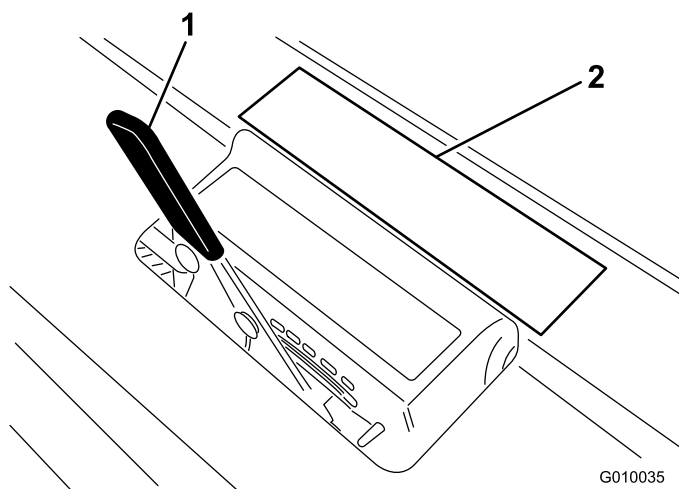

Bild 27
2. Legen Sie den Tine auf das Schild für die Tines-tiefe (Bild 27). Richten Sie ein Ende mit der gewünschten Aerifiziertiefe aus (siehe das Tine-overlay auf dem Schild).